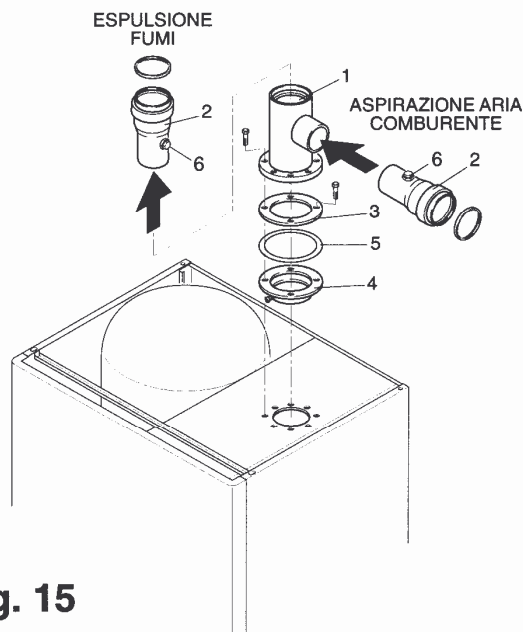

Fig. 15
L'aspirazione dell'aria comburente e lo scarico dei fumi possono prodursi tramite due condotti separati; in tal caso occorre che la caldaia sia munita di un diffusore a T (1) (Fig. 15). Anche in questo caso potrà essere scelto un terminale per parete o tetto verticale, oppure orizzontale.